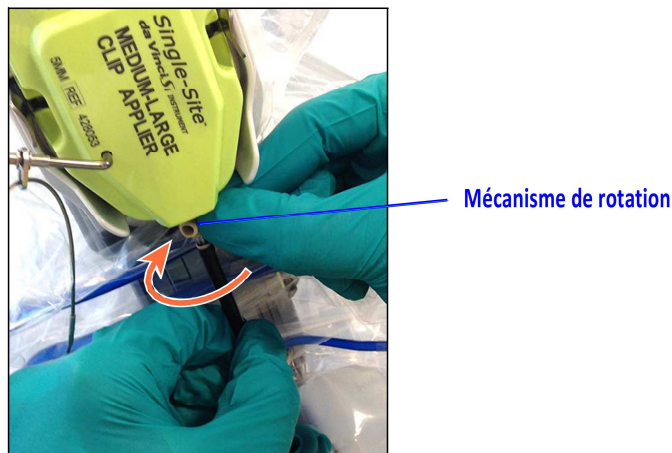

Figure 3. Imprimez un mouvement de torsion au mécanisme de rotation (pièce de couleur chair) tout en maintenant la tige en place
- Si la protection extérieure noire de la tige ou d'autres composants situés à l'intérieur du boîtier bloquent l'extraction de la tige en direction du boîtier, imprimez un léger mouvement de torsion au mécanisme de rotation (pièce de couleur chair) pour tenter de passer outre cette obstruction (Figure 3).